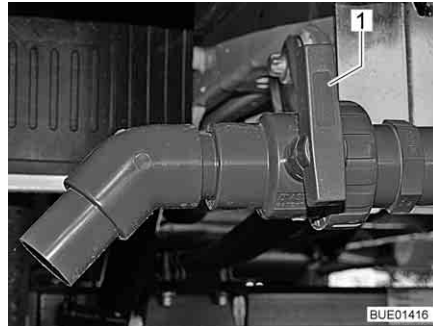

Bild 228 Avtappningskran
- Vrid utloppsventilens handtag (Bild 228,1) i flödesriktningen.